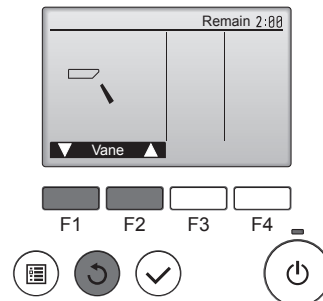

Fig. 8-4
- ② Trykk på [SELECT] for å vise betjeningsskjermen for spjeldene, og trykk deretter på knappene [F1] og [F2] for å kontrollere auto-spjeldene. (Fig. 8-4)